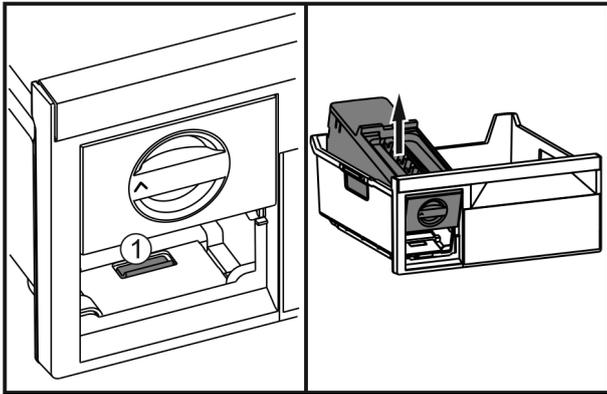

Fig. 59
- ▶ Lasche Fig. 59 (1) drücken, EasyTwist-Ice von hinten anheben und aus dem Gefrierschubfach herausnehmen.